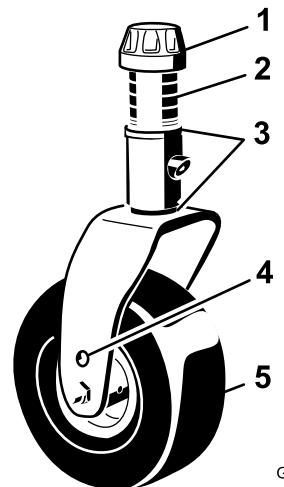
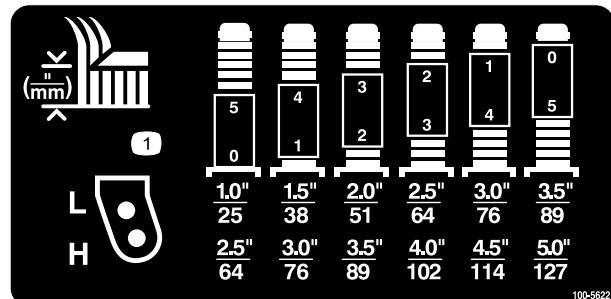

図 6
図 7
2. 左右のキャスタフォークの同じ穴にキャスターホイールの軸をセットする。セッティング用の穴の選択については 図 6 および 図 7 を参照してください。
3. スピンドルシャフトからテンショニングキャップを取り図6、キャスターームからスピンドルを抜き出す。シム mmを枚スピンドルのシャフトに通す当初の状態と同じに。これらのシムは、デッキ全体の左右の水平調整に必要となる。希望する刈高に必要な枚数のスペーサ 13 mm厚をスピンドルシャフトに通し、その上からワッシャを取り付ける。
刈高と、必要なシムの組み合わせとの関係は図7にて確認してください